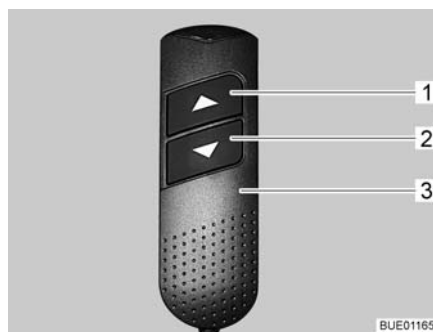

Fig. 62 Elemento di regolazione
- Sull'elemento di regolazione (Fig. 62,3) premere contemporaneamente i due tasti freccia (Fig. 62, 1 e 2) e tenerli premuti fino a quando il letto basculante non si è spostato completamente verso il basso. Una volta rilasciati i tasti viene emesso un segnale acustico di conferma.
- Sull'elemento di regolazione (Fig. 62,3) premere il tasto freccia inferiore (Fig. 62,2) e tenerlo premuto fino a quando il letto basculante non ha raggiunto la posizione finale in basso.
- Sull'elemento di regolazione (Fig. 62,3) premere il tasto freccia superiore (Fig. 62,1) e tenerlo premuto fino a quando il letto basculante non ha raggiunto la posizione finale in alto.
- Portare leggermente il letto basculante con i tasti freccia (Fig. 62,1 o 2) nella direzione opposta.